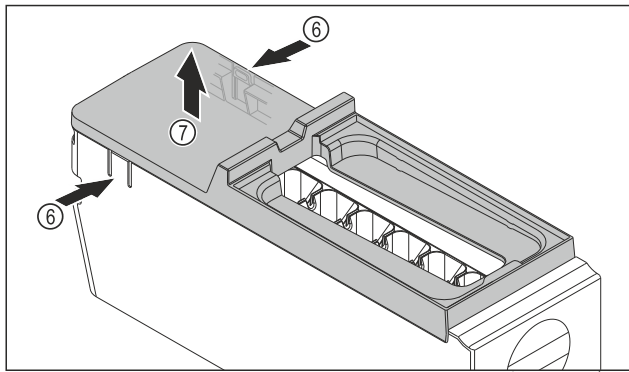

Fig. 61
- ▶ Abdeckung des EasyTwist-Ice-Korpus entnehmen: Laschen Fig. 61 (6) an den beiden Seiten des EasyTwist-Ice-Korpus mit einer Hand drücken.
- ▶ Abdeckung Fig. 61 (7) mit der anderen Hand nach oben entnehmen.